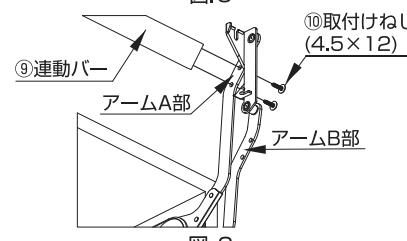

図6
- アームA部に連動バーを取り付けることを基本としますが、より剛性を必要とする場合は、アームB部にも取り付けてください(図6)。
- (1) アームA部の所に、⑨連動バーを⑩取付ねじ(4.5×12)で確実に固定します(図6)。